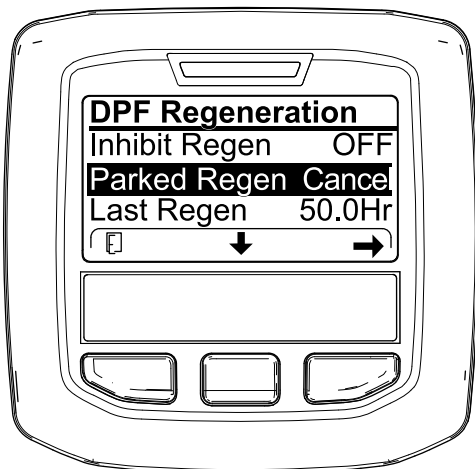
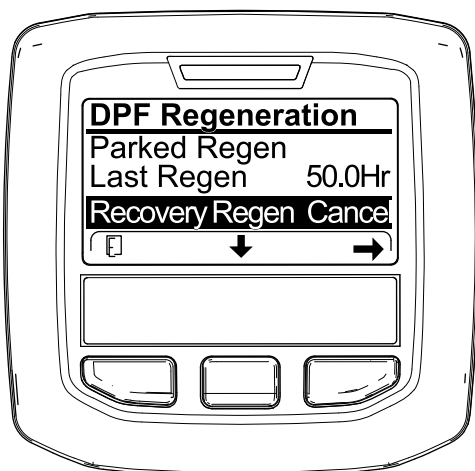

Figure 65
Figure 66
1. Ouvrez le menu DPF Regeneration (régénération du FAP) (Figure 65).
2. Appuyez sur le bouton central pour naviguer jusqu'à l'option PARKED REGEN CANCEL (Figure 65) ou RECOVERY REGEN CANCEL (Figure 66).
3. Appuyez sur le bouton droit pour sélectionner l'option Regen Cancel (annulation de régénération) (Figure 65 ou Figure 66).